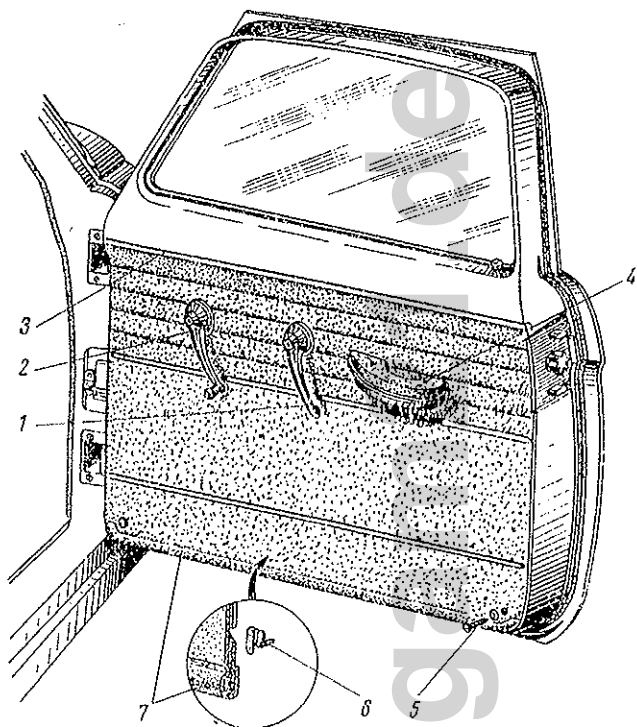

Bild 324 Vordertür mit Verkleidung:
An der Innenseite werden an der Tür ein Zierblech und eine Armstütze angebracht (Bild 324).
- Innengriffe von Schloßbelägung und Fensterkurbel, Armstütze 4 (Bild 324) und Türverkleidung 7 abnehmen;